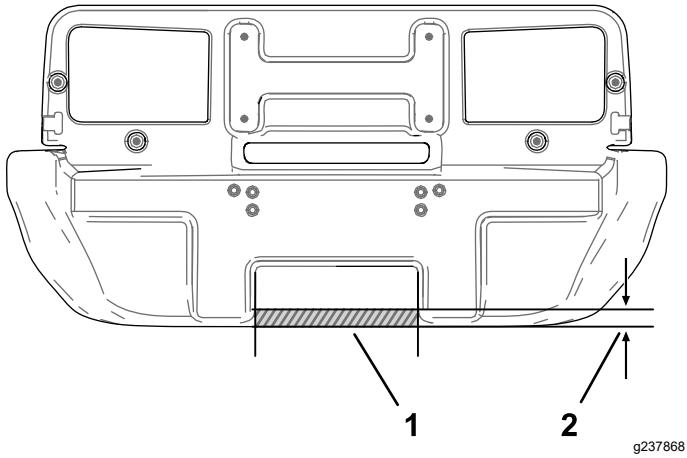

Figura 60
1. Na parte posterior do para-choques, marque 2,5 cm acima da parte inferior do para-choques na área central côncava como se mostra na Figura 60.